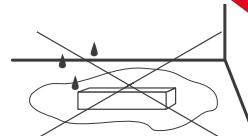

Рис. 3. Не устанавливать источник
- 4.9. Не размещайте источник в местах и нишах, где может скапливаться вода. Нахождение источника в воде (лужа, тающий снег) вызывает разрушающие электрохимические процессы (Рис. 3.).